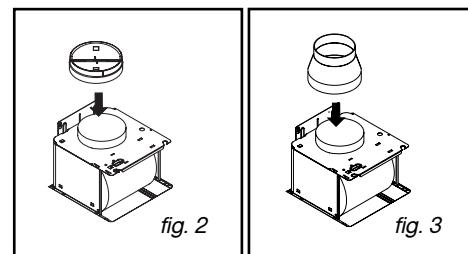

fig. 3
- Træk filterpatronerne ud (F/fig. 3).
- Stram de 2 nederste skruer (E/fig. 3).
- Hvis der anvendes en kappe med en diameter på 125 mm, skal man benytte den medfølgende adapter (fig. 3).
- Tilslut en af kappens ender til deflektoren og den anden ende til motorens luftudtag (fig.3)
- Klargør aftrækskanalen ved at sætte klapperne opad, så de er synlige (B/fig. 3).
- Fastgør den øverste del af aftrækskanalen (C/fig.3) på røgdeflektoren (A/fig.3) med de 2 skruer (F/fig.3).